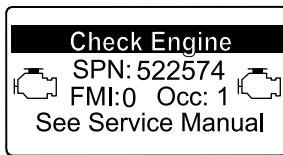

Figura 60
- Avvertenza motore SPN 522574, FMI: 0 (Figura 60)